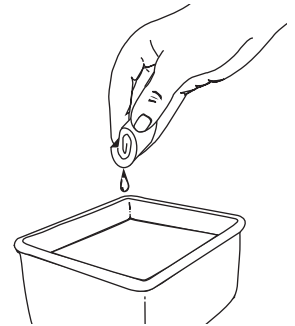

Fig. 33
3. Lavez le filtre dans un mélange d'eau et de détergent (Fig. 33). Rincez le filtre abondamment et laissez-le sécher.